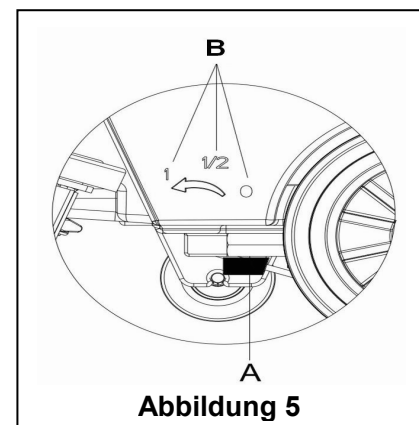

Abbildung 5
Die Regulierung des Kugelventilhebels (A, **Abbildung 5**) darf nur durchgeführt werden, wenn der Netzschalter (38) auf der Position "0" steht.
12. Die Wasserdurchflussmenge kann durch den Kugelventilhebel (A, **Abbildung 5**), entsprechend der Wassermenge, angepasst werden, die zum Scheuern erforderlich ist.